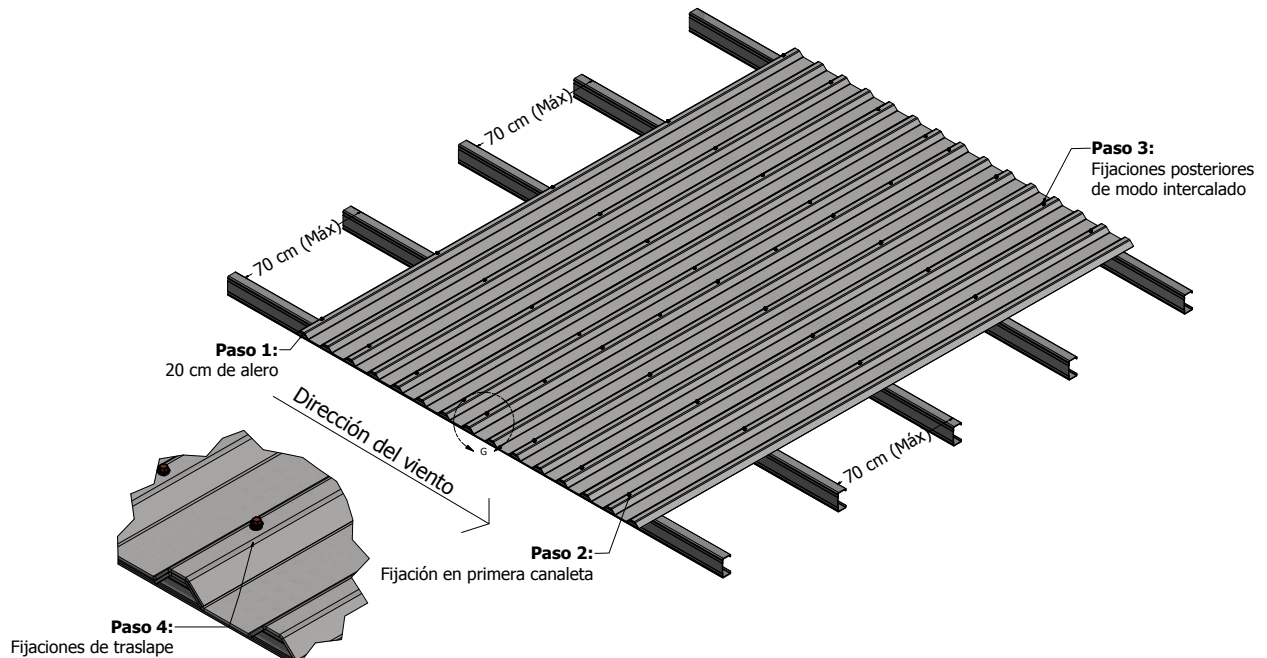

Figura 1: Esquema de instalación lámina estructural Galvanium®.
Paso 1: Coloque la lámina sobre las canaletas ya instaladas dejando 20 cm de alero como se ilustra en la **Figura 1**.